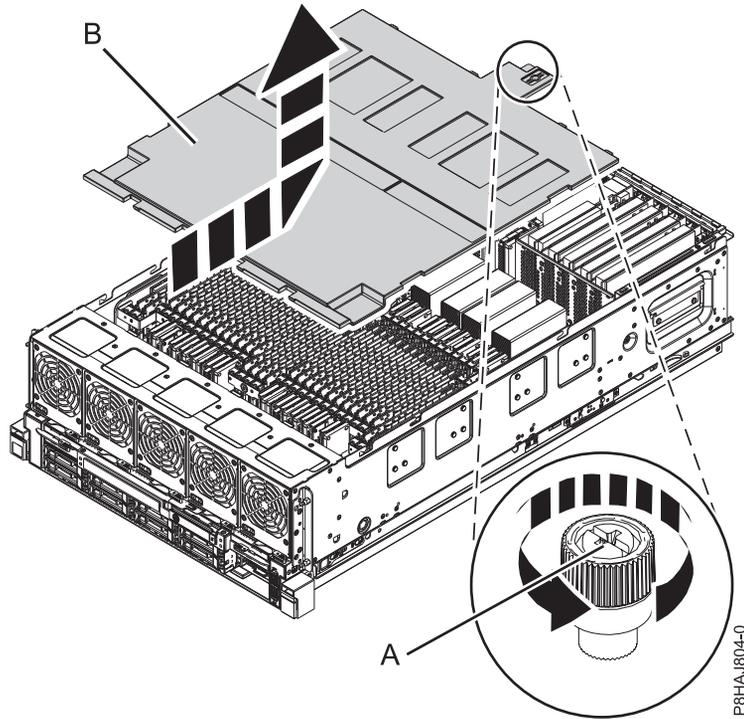

Abbildung 20. Sicherheitsabdeckung ausbauen
2. Lösen Sie die Rändelschraube (A) an der Rückseite der Abdeckung, indem Sie sie in die in Abb. 20 auf Seite 49 gezeigte Richtung drehen.
3. Schieben Sie die Sicherheitsabdeckung (B) zur Rückseite des Systems. Wenn sich die Vorderseite der Abdeckung von der oberen Rahmenleiste gelöst hat, heben Sie die Abdeckung an und vom System ab.